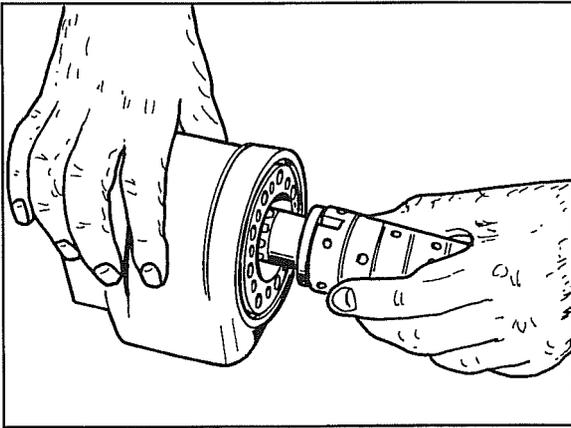

Fig. 66
- Introducir el cilindro distribuidor en el cuerpo de la dirección hidrostática posicionándose como se ve en la fig. 66.